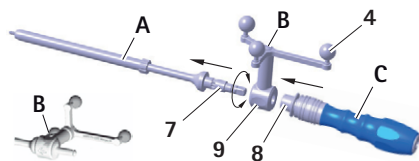

Fig. 6 Montaggio unità a stella di riferimento dello strumento ("precalibrata") e impugnatura S⁴C sul filettatore S⁴C
- Rilasciare la bussola di bloccaggio 8, vedere Fig. 6. Accertarsi che l'impugnatura S⁴C sia correttamente scattata in posizione.